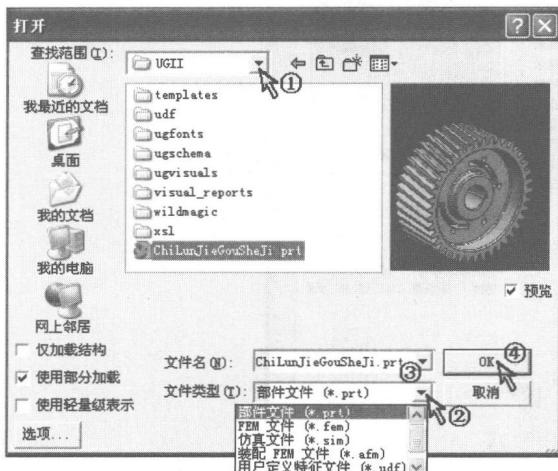

图 1-15 打开对话框
- (1) 选择菜单【文件】|【打开】，系统弹出“打开”对话框，如图 1-15 所示。
- (2) 单击标准工具条上“打开”按钮 ，系统弹出“打开”对话框。
- (1) 在“查找范围”下拉列表框中选择要打开的部件文件存放的目录，如图 1-15①所示。
- (2) 在“文件类型”下拉列表框中选择要打开的部件文件的类型，如图 1-15②所示。
- (3) 在文件列表框中选择要打开的部件文件，则该文件名自动输入“文件名”下拉列表框中，如图 1-15③所示，其他选项按默认设置。
- (4) 单击“OK”按钮 ，如图 1-15④所示，打开部件文件。